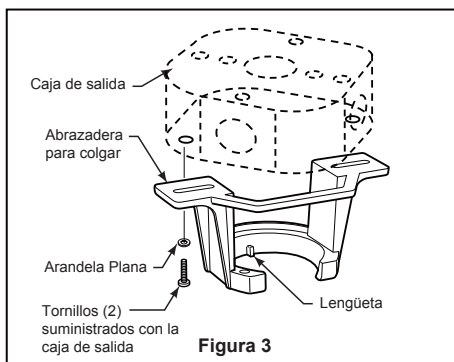

Figura 3
Uso del soporte (Figura 3)
- ☐ 3. Extraiga las tres pestañas estabilizadoras y la bolsa de plástico del motor. Deshágase de las pestañas estabilizadoras. (Figura 3)
1. Fije bien la abrazadera para colgar a la caja de salida (no se incluye) con los tornillos y las arandelas provistas con la caja de salida. (Figura 3)
- ☐ 2. Deslice el receptor en el soporte de suspensión antes de realizar el cableado como se muestra en la figura 3.
- ☐ 3. Extraiga uno de los tres tornillos del ensamble de la placa de iluminación y guarde los tornillos para pasos posteriores. Afloje levemente los otros dos tronillos. (Figura 3)
- ☐ **3.** Para que el ventilador sea funcional. Retire la lengüeta del aislador de la batería antes de usar el transmisor. A continuación, siga el proceso de fijación remota de código. Si no se utiliza el ventilador durante un largo periodo de tiempo, extraiga la batería para evitar cualquier daño al transmisor. Almacene el mando a distancia en un lugar alejado del calor o la humedad excesiva. (Figura 3)